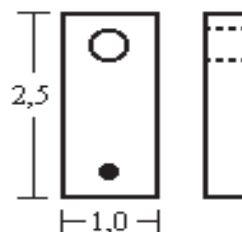

Fig.6
a) Corte dois pedaços da folha de alumínio nas dimensões de 2,5 cm x 1cm (Fig. 6). Faça um furo de 2,5 mm em uma das extremidades do alumínio e com um punção faça uma cavidade na extremidade oposta. Nessa cavidade, será apoiado o eixo.